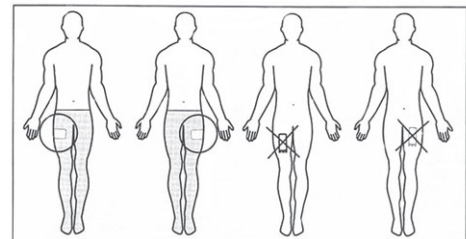
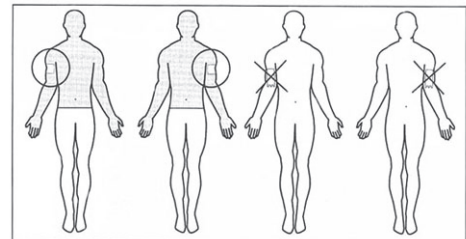

図1
図2
- * 2. 対極板の貼付部位は、手術部位に近く通電性の良い部位(大腿部前面等)を選択する。貼付方向は手術部位に対して長辺が垂直になるように貼付すること。腕または脚部に使用する場合は、図1 ○印の様に身体に対して横向きに貼付すること。やむを得ず下側に貼付する場合(小児や乳幼児に使用する場合等)は、図2 ○印の様に身体に巻くように横向きに貼付すること。[貼付方向による貼付面の温度差を少なくするため。]